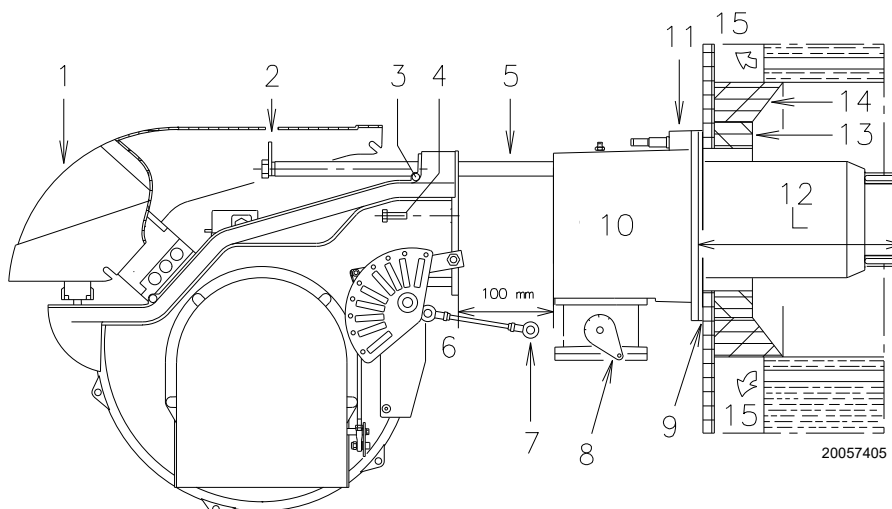

Fig. 15
For kedler med passage af røggas fortil 13)(Fig. 15 på side 20), eller med et kammer med omvendt forbrænding, oprettes en beskyttelse i ildfast materiale (11), mellem kedlens ildfaste materiale (12) og måledysen (10).
Adskil forbrændingshovedet fra resten af brænderen, som vist i Fig. 15; fortsæt som følger:
På dette tidspunkt i installationen er forbrændingshovedet fastgjort til kedlen som vist i Fig. 15. Den er derfor særlig nem at justere, udelukkende afhængigt af brænderens maksimale effekt.
- saml brænderen igen på føringerne 3) ca. 100 mm fra muffen 5) - brænderne er i positionen vist i Fig. 15;